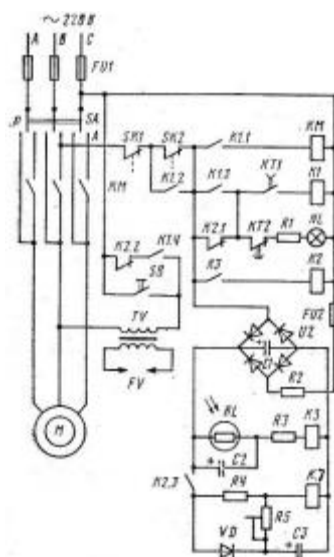

Рис. 1
1. Определить элементы схемы автоматики форсунки АФ-65С (рис. 1). Объяснить работу схемы, методы поиска неисправностей.